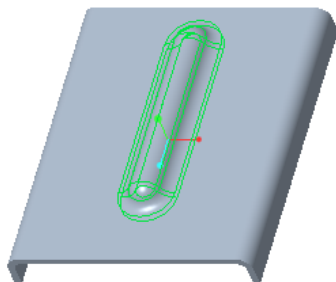

图 2-37 编辑结果
(5) 在功能区的“凹模”选项卡中单击  (完成) 按钮，结果如图 2-37 所示。